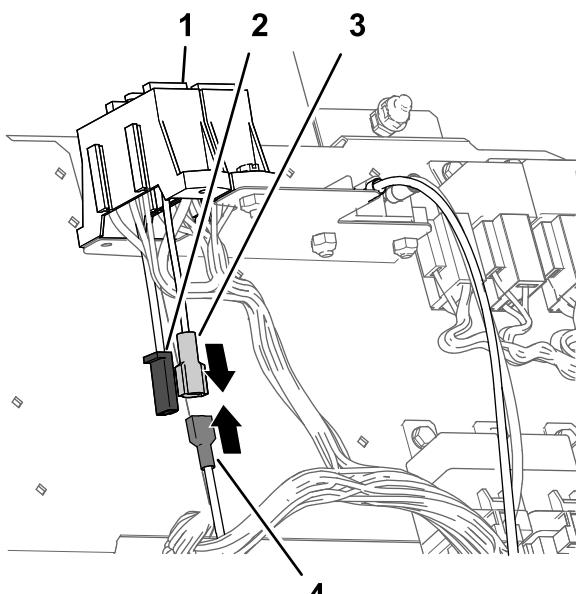

Figure 20
1. Si le porte-fusibles comprend un connecteur à lame pour la machine, branchez le connecteur à lame du faisceau du kit de finition à la douille du porte-fusibles de la machine (Figure 20).